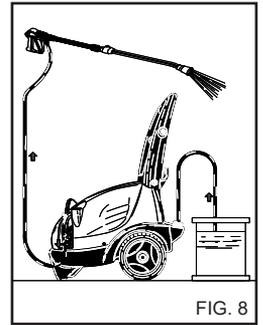

FIG. 8
Efter användning av rengöringsmedlet måste kemikalieinledningen spolas ur med rent vatten (fig. 8).
1) Efter användning med rengöringsmedel ska högtrycksvattensystemet sköljas ordentligt. Låt pumpen vara igång i 1 minut. Doseringskranen ska vara stängd. (fig. 8).
Doseringskranen ska vara stängd.(fig. 8).